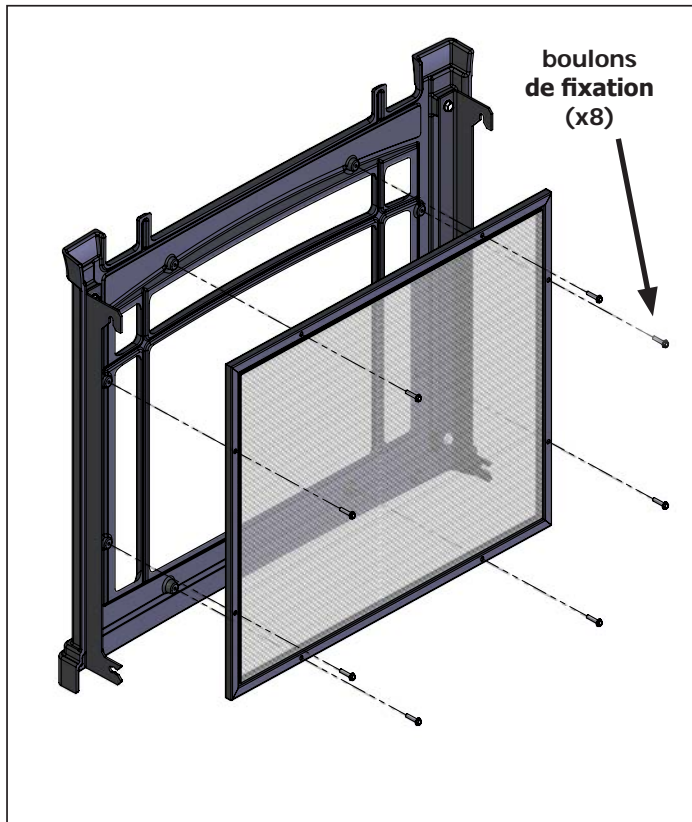

Figure 61. Dépose de l'écran de sécurité- Avant
Étape 4: Si vous remplacez l'écran latéral, passez à l'étape 5. Si vous remplacez l'écran avant, enlevez les huit (8) boulons de fixation (Figure 61) à l'aide d'une douille 1/4 "et retirez l'écran endommagé tout en notant l'orientation. Installez le nouvel écran (50-3715) en réinstallant simplement les boulons de fixation. Réinstallez la porte coulée et le dessus pour terminer.